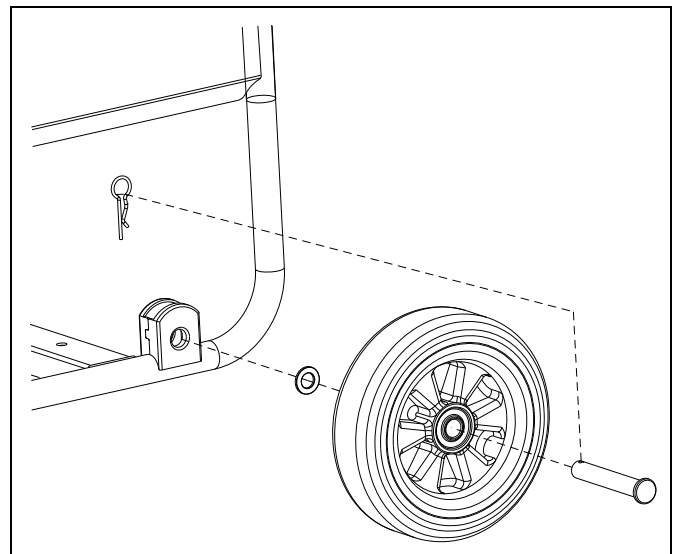

Figure 4-3. Fixation des roues
3. Fixation des roues (Figure 4-3).